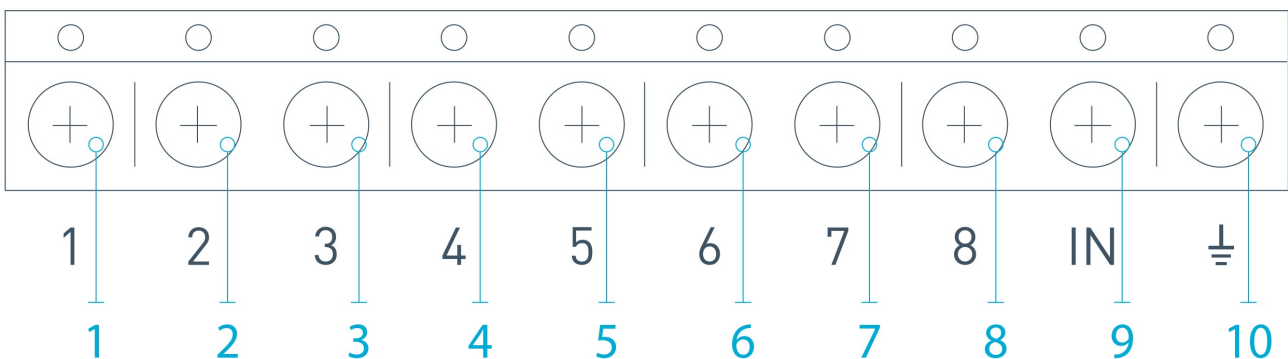

Abb. 17. Hauptausgänge und Eingang „IN“ des Empfängers
2. Mit Hilfe von normalen Kabeln werden die Ausgänge des Empfängers (Abb. 17 18) mit den Eingängen der Zentrale des Alarmsystems verbunden. Somit
3. Die Ausgänge mit den Nummern 1 bis 8 (Abb. 17) entsprechen 8 nominalen Hauptalarmzonen.